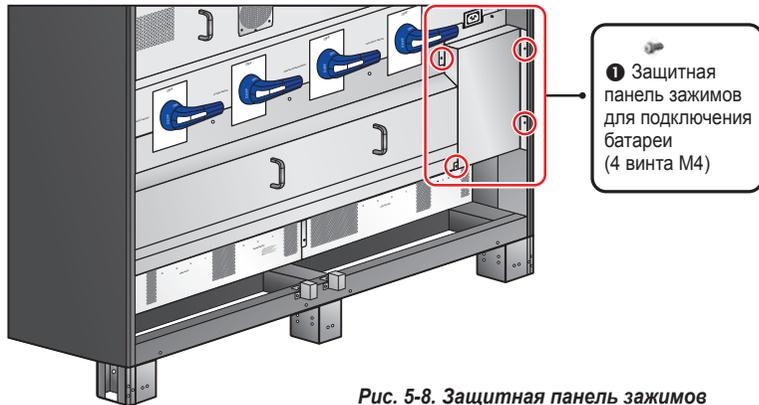

Рис. 5-8. Защитная панель зажимов для подключения батареи
1. Снимите две защитные панели, показанные на *Рис. 5-8/ 5-9*.